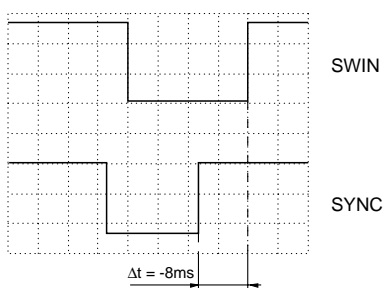

Fig. 23
- A l'aide des touches "+" / "-" régler l'intervalle de temps entre l'impulsion de commutation CTL à $\Delta t = -8\text{ms}$ (Fig. 23).
- Using the "+" / "-" buttons set the time interval between the head pulse and the rising edge of the CTL pulse to $\Delta t = -8\text{ms}$ (Fig. 23).